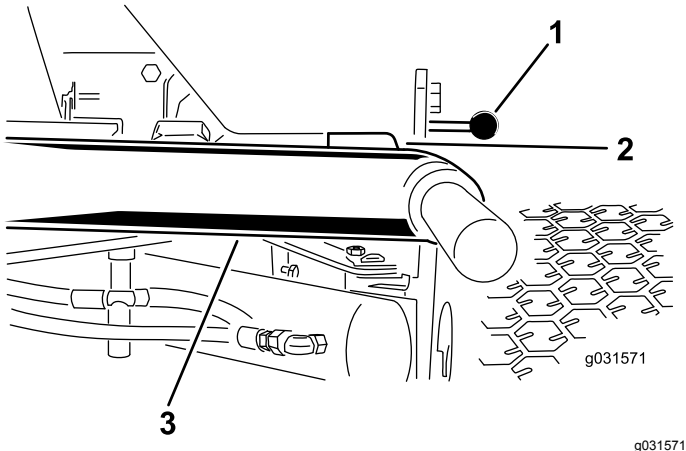

Figure 12
1. Démarrez le moteur, élevez les unités de coupe et vérifiez qu'un espace de 5 à 8 mm sépare chaque bras de levage et le support de la plaque de plancher, comme montré à la Figure 12.